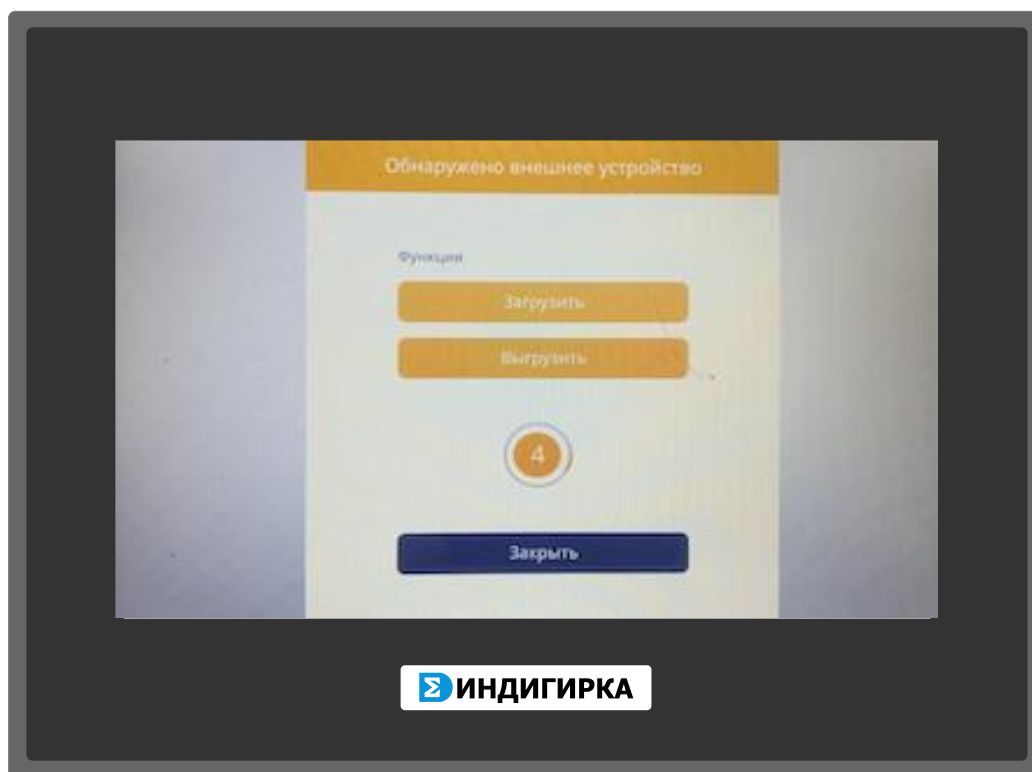

Рис. 18 Обнаружение USB-flash накопителя
3. При обнаружении накопителя откроется окно «Обнаружено внешнее устройство» (Рис. 18)